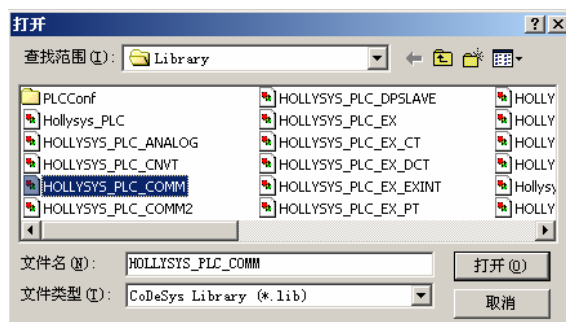

图 1-5-2
- ◆ 如图 1-5-2，选择需要的库文件，点击“打开”，不论哪种库只需要打开对应的*.lib 文件。